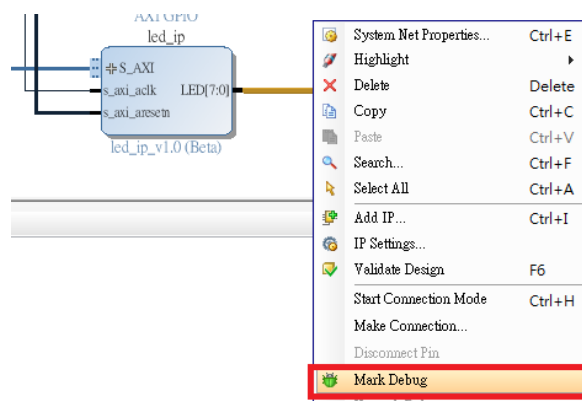

Figure 2
- 2.1 點選 led_ip 的 S_AXI 和 LED[7:0]之後，右鍵點選 Mark Debug，如 Figure 2 所示。